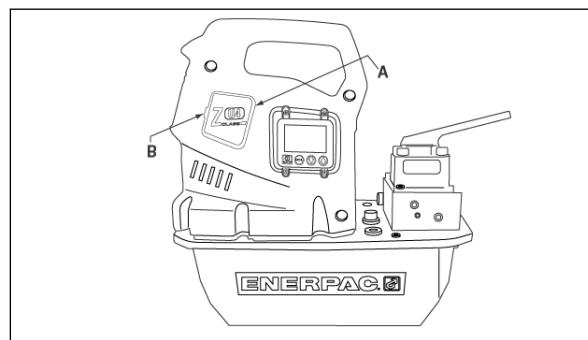

Fig. 11, smontaggio coperchietto spazzole
- Svitare entrambi i coperchietti delle spazzole (A) flettendo il dispositivo di chiusura del coperchietto (B) e smuoverlo delicatamente con una leva verso l'esterno (vedere la Fig. 11).